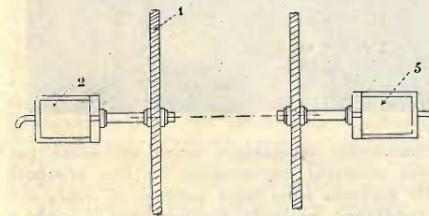

Fig. 1. — Controllo fotoelettrico del fumo. — 1) Pareti del camino; 2) sorgente luminosa; 3) Apparecchio contenente il dispositivo cellula-amplificatore.
Fig. 1. - 1. Apparecchio di ripresa; 2. Sensibilizzazione; 3. Camera di asciugatura; 4. Tubo flessibile; 5. All'apparecchio di trasmissione; 6. Lampada ad arco; 7. Cellula di Kerr; 8. Sviluppo della pellicola; 9. Lavaggio dopo il fissaggio; 10. Lavaggio dopo lo sviluppo; 11. Riscaldamento; 12. Fissaggio; 13. Eliminazione dell'emulsione; 14. Termostato.
IL RENODO. — Questa valvola destinata per la ricezione radiofonica è basata su un principio del tutto nuovo e differisce completamente dalla valvola termoionica, come viene comunemente usata. Essa è stata progettata dallo scandinavo A. Schlemann Jensen della Skandinavisk Rorfabrik. Essa è costruita nel modo seguente. L'emissione è ottenuta a mezzo di un catodo C (fig. 1) il quale è circondato da uno schermo metallico con un foro, longitudinale parallelo al catodo (Sc.). Accanto a questo è posto un anodo ausiliario (A') il quale ha un foro corrispondente a quello dello schermo. All'altra estremità del bulbo è posto l'anodo della valvola (A) e fra questo e l'anodo ausiliario sono poste due placchette deviatrici (P, P').